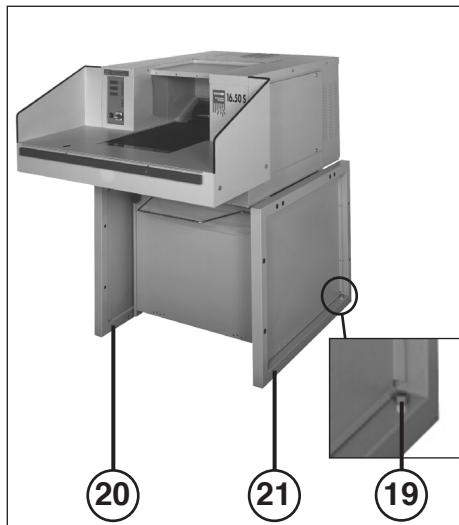

Fig. 2
- 19 = Vite di compensazione (fig. 2)
6. Compensare le irregolarità del pavimento con l'aiuto delle viti di compensazione (19) (fig. 2).